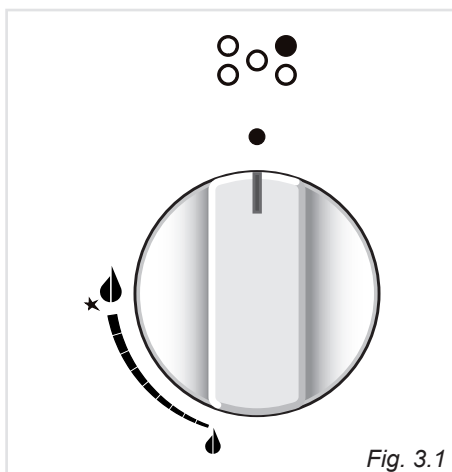

Fig. 3.1
L'afflusso del gas ai bruciatori è regolato da un rubinetto valvolato comandato dalla manopola di fig. 3.1.
- √ L'accensione elettrica è incorporata nelle manopole dei bruciatori e si identifica per il simbolo ★ vicino al simbolo ● (fig. 3.1).